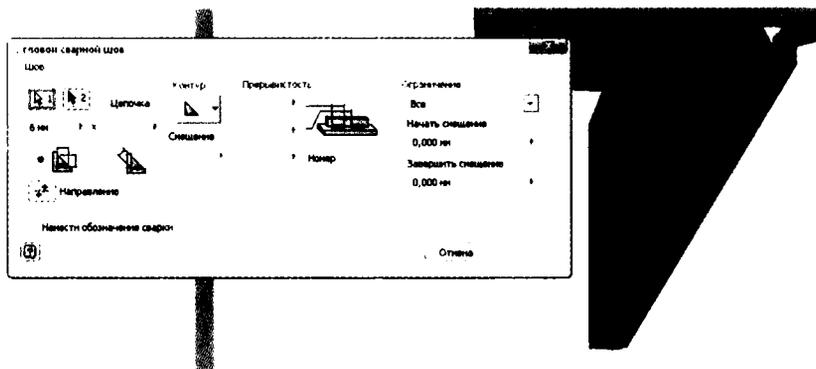

Рис. 12.5. Сварной шов Сопряжение в пространстве фаски слева
10. Переключитесь на второй выбор, щелкните треугольную плоскость зеленой детали и плоскость фаски, как показано на рис. 12.5.